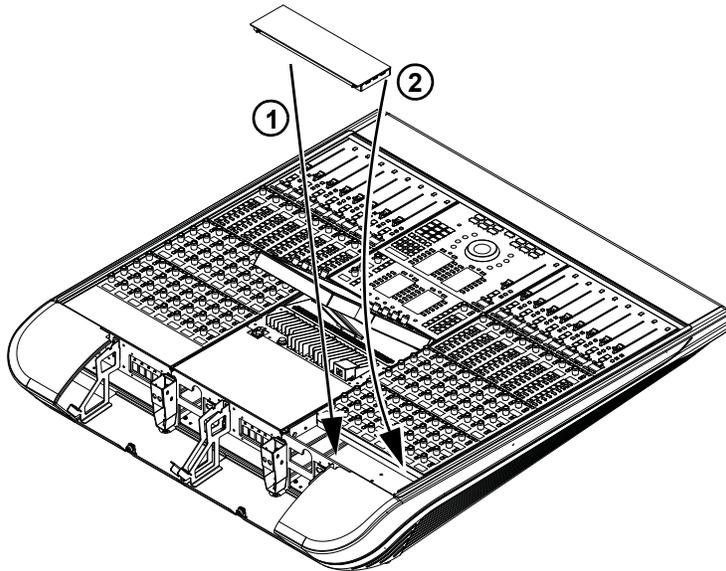

Figura 37. Instala un panel de compresión de canal
- 3 Sujetando el panel en ángulo, coloca el lado de los muelles contra la parte posterior del chasis y aplica la presión suficiente para comprimir los muelles, y baja el frontal superior a su lugar en la parte superior del chasis como se muestra en la Figura 37.